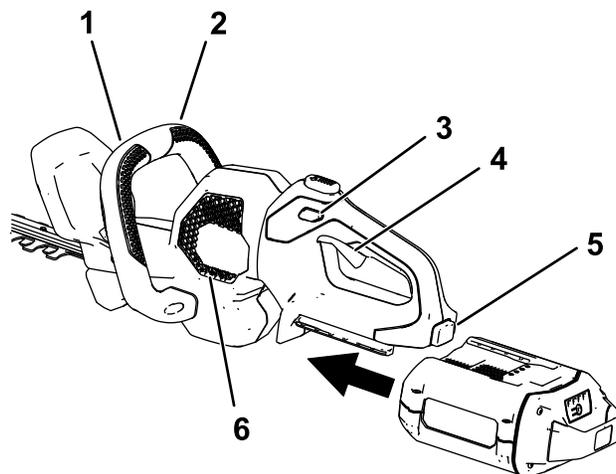

図 5
3. バッテリーパックのへこみ部分をハンドルハウジングの舌部に合わせ、ハンドルを握って、ラッチが所定の位置にロックされるまでバッテリーパックをハンドルに押し込みます(図 5)。
4. 片方の手をトリガーハンドルに置きます。もう片方の手を補助ハンドルに置きます(図 5)。
5. ロックスイッチを押し、補助ハンドルスイッチが作動状態でトリガースイッチを握り、ヘッジトリマーをオンにします(図 5)。
補助ハンドルスイッチが作動状態で、トリガーが握られている限り、トリマーはオンのままになります。ヘッジトリマーが作動したら、ロックスイッチを解除できます (図 5)。
ヘッジトリマーの電源を切るには、トリガー、補助ハンドルスイッチ、またはその両方を放します (図 5)。カッティングブレードの動きが止まるまで少なくとも5秒待ちます。